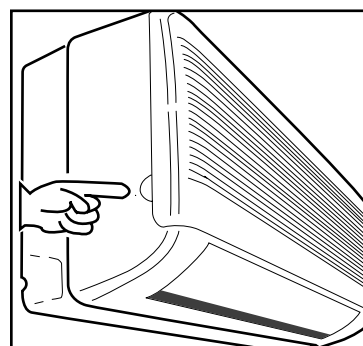

図1
1. 室内機の前面パネル左右の下端に指をかけ（前面パネルに指をかけやすいように、本体側にくぼみがあります：図1）、手前に引き出す。ロックが外れ前面パネルが上端を支点に開きます。